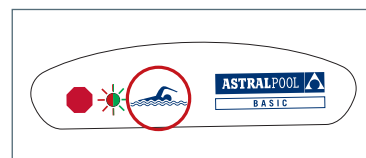

fig.3 - zona de activación Basic™
■ pase la llave magnética sobre el símbolo del bañista (fig. 3) de la central de detección y manténgala hasta que Remota™ emita un bip largo y muestre en pantalla un código "ID: XXXX - XXXX" (los X corresponden a cifras y letras).